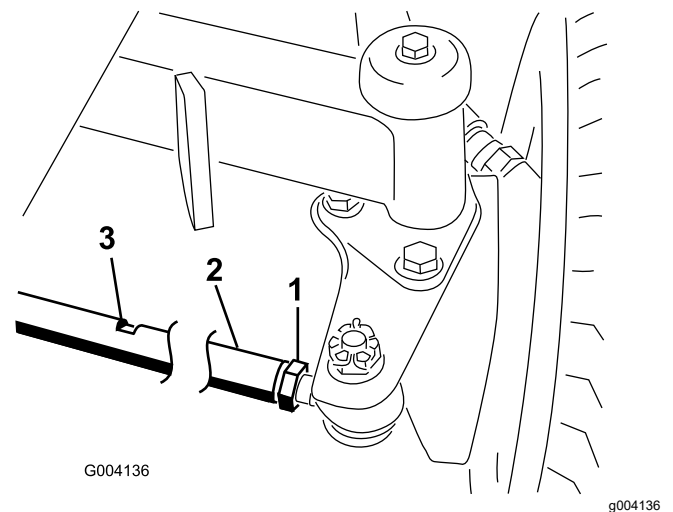

Bild 61
2. Lösen Sie die Klemmmutter an jedem Ende der Spurstange (**Bild 61**).
3. Schwenken Sie die Räder, indem Sie die Zugstange an den Schlüsselflächen drehen (**Bild 61**).
6. Ziehen die Klemmmutter an jedem Ende der Spurstange an (**Bild 61**).